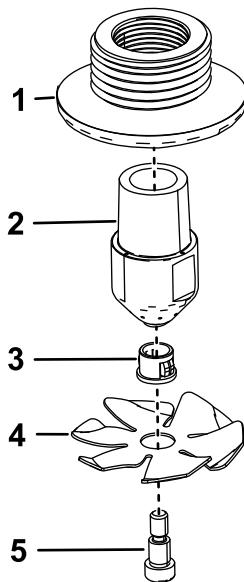

Figura 4
1. Assemblate i 2 ugelli di lavaggio come illustrato in Figura 4.